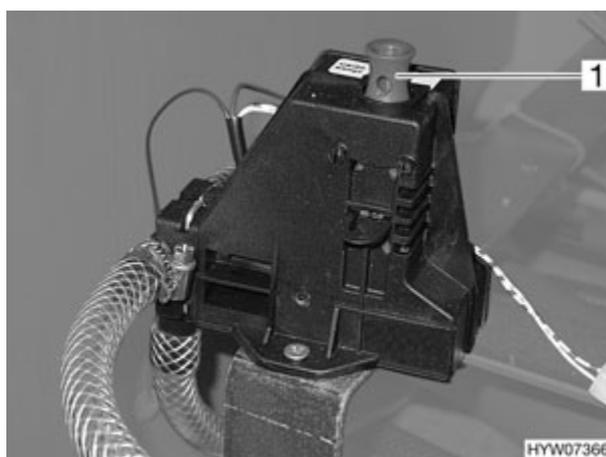

Fig. 139 Valve de sécurité et de vidange du chauffe-eau
Le chauffe-eau est équipé d'une valve de sécurité et de vidange (Fig. 139). La valve de sécurité et de vidange empêche que l'eau ne gèle dans le chauffe-eau lorsque le chauffage à air chaud n'est pas allumé en cas de gel.
- Fermer la valve de sécurité et de vidange. Pour cela, tirer l'interrupteur à tirette (Fig. 139,1) vers le haut.
- Ouvrir la valve de sécurité et de vidange (Fig. 139). Pousser l'interrupteur à tirette (Fig. 139,1) vers le bas. Le chauffe-eau est vidé à l'extérieur par le biais de la valve de sécurité et de vidange.